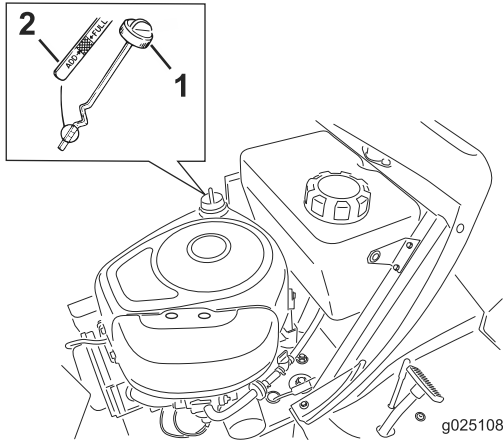

Bild 23
8. Reinigen Sie den Bereich um den Ölpeilstab (Bild 23), damit kein Schmutz in den Einfüllstutzen gelangen und den Motor beschädigen kann.
9. Schrauben Sie den Ölpeilstab los und wischen Sie das Metallende ab (Bild 23).
10. Schrauben Sie den Ölpeilstab vollständig in den Einfüllstutzen (Bild 23).
11. Reinigen Sie den Bereich um den Ölpeilstab und drehen den Verschlussdeckel ab (Bild 23).
12. Gießen Sie ca. 80 % der angegebenen Ölmenge langsam in den Einfüllstutzen (Bild 23).